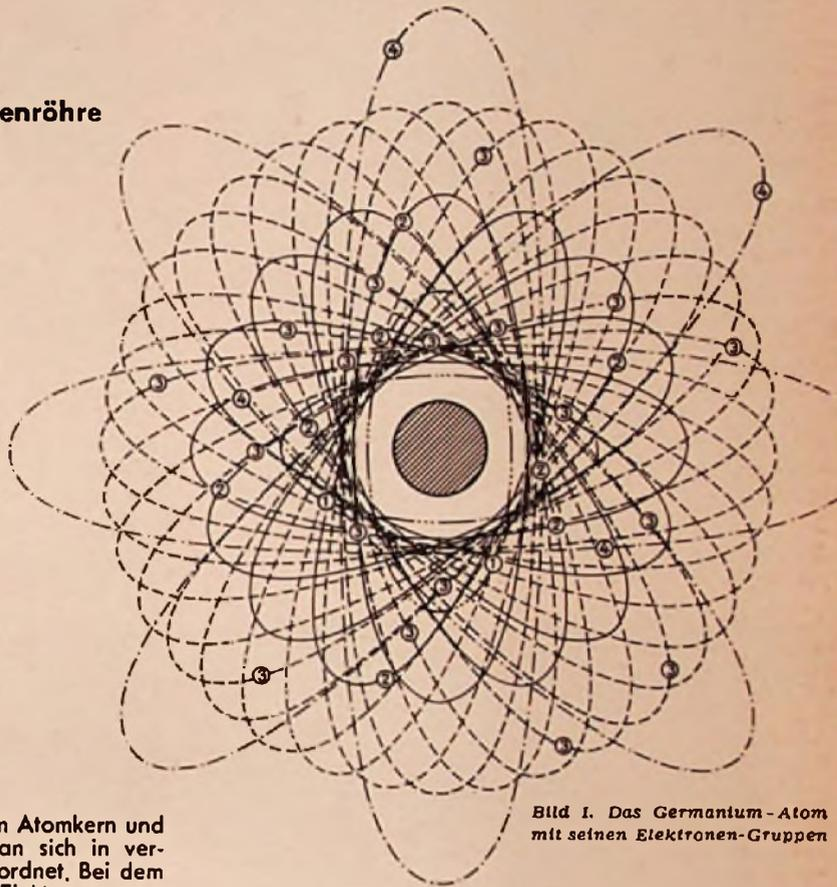

Bild 1. Das Germanium-Atom mit seinen Elektronen-Gruppen
**B. Der Aufbau des Atoms (Bild 1)**